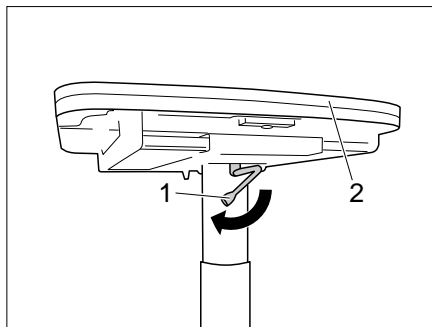

Bild 103 Tisch absenken
- Den Verriegelungshebel (Bild 103,1) nach links schwenken. Die Verriegelung ist offen.
- Die Tischplatte (Bild 103,2) in der Mitte nach unten drücken und gedrückt halten.
- Den Verriegelungshebel (Bild 103,2) nach rechts schwenken. Der Hubtisch ist verriegelt.